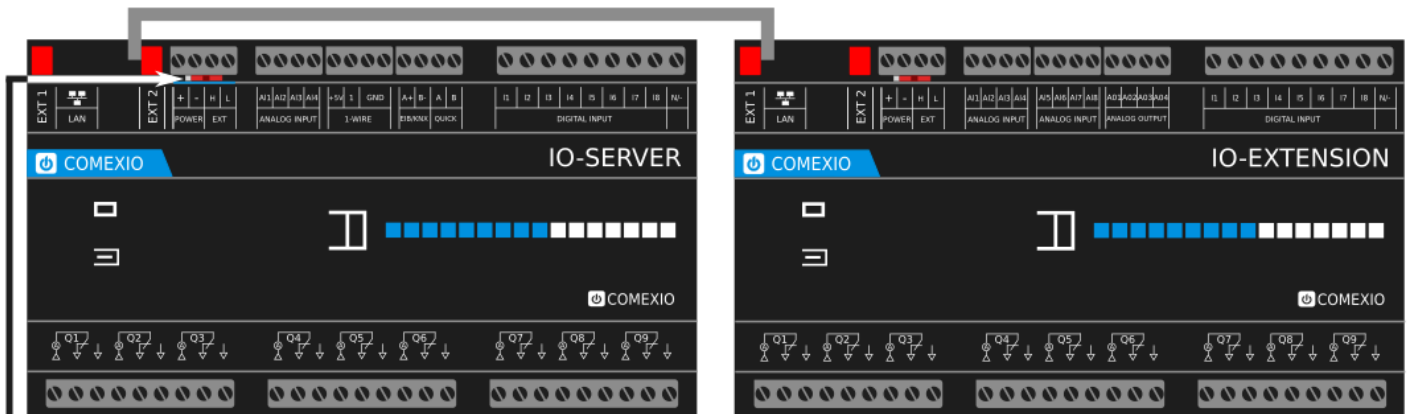

Bild 1/Figure 1
2. Erweitern Sie die Installation um die benötigten Extensions. Verbinden Sie diese in Reihe über ein Extension-Verbinder-Kabel (ZC008) oder über ein konventionelles Kabel an dem Klemmblock (Bild 1).
2. Expand the installation to the required extensions. Connect these in series via the extension connector cable (ZC008) or to the terminal block via a conventional cable (Figure 1).